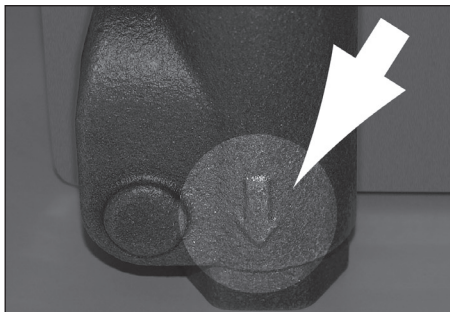

Figura 1
- Instalar la unidad de control en el tubo de suministro de agua fría con la flecha de la válvula apuntando en la dirección del caudal, hacia el calentador de agua. **Figura 1**